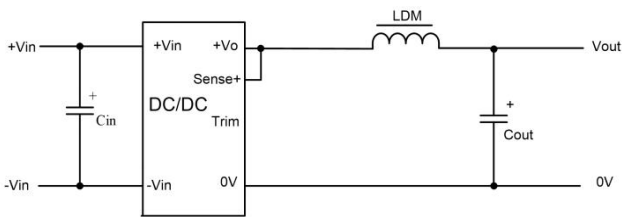

图 2
注: ①纹波噪声测试时具体操作方法参见图 2 及《非隔离模块电源应用指南》;
②过温保护形式为产品输出关断。
(1)产品测试及应用时，请按照（图 2）推荐的测试电路进行；务必输入端外接一个电解电容 C_{in} ，用于抑制输入端可能产生的浪涌电压，输出端外接一个电感和电解电容 C_{out} ，用于输出滤波。